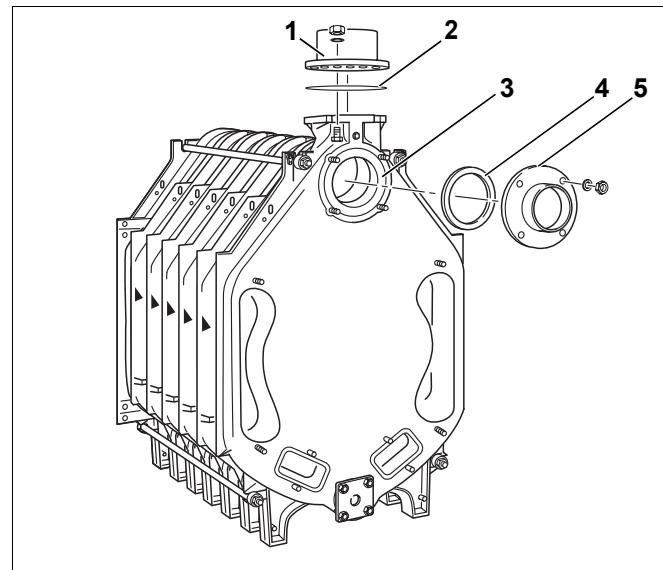

Fig. 28 Montaggio delle flange di collegamento
Sul mozzo superiore della caldaia (fig. 28, [3] – attacco di ritorno) viene montata, al successivo collegamento del ritorno, la flangia a saldare (con collarino).
Sono raffigurate flangia a saldare e guarnizione piatta (fig. 28, [4] e [5]).
- ▶ La flangia di collegamento mandata (fig. 28, [1]) con guarnizione piatta (fig. 28, [2]) è necessaria per il successivo collegamento della mandata.